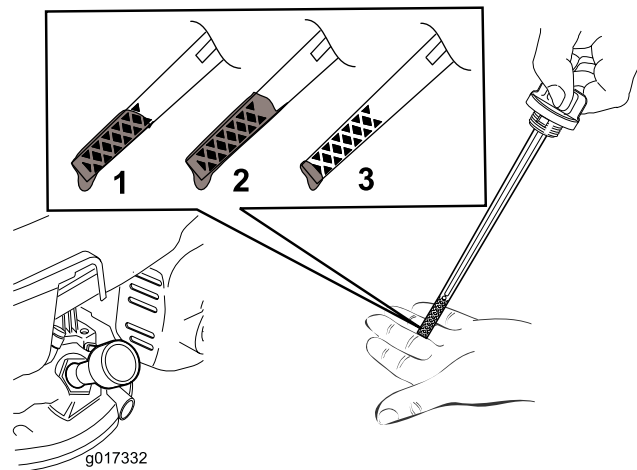

Figura 21
**Nota:** Riempite la coppa dell'olio motore fino a quando l'asta di livello non indica che il livello dell'olio è corretto, come illustrato nella (Figura 21). Se riempiete eccessivamente il motore, estraete l'olio in eccesso come indicato nel passaggio 5.